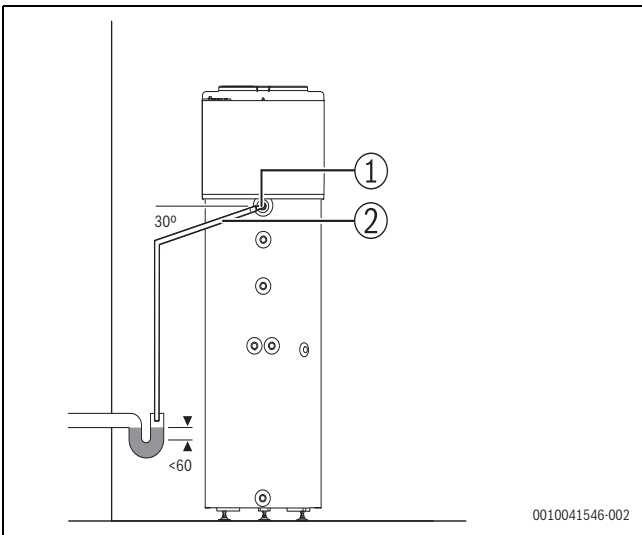

Fig. 12 Raccordement de l'écoulement des condensats
- Raccorder un tuyau souple Ø 16 ([2], Fig. 12) au raccord fileté en plastique ([1], Fig. 12).
- Raccorder le tuyau à un siphon afin que les condensats puissent s'écouler librement (Fig. 12).